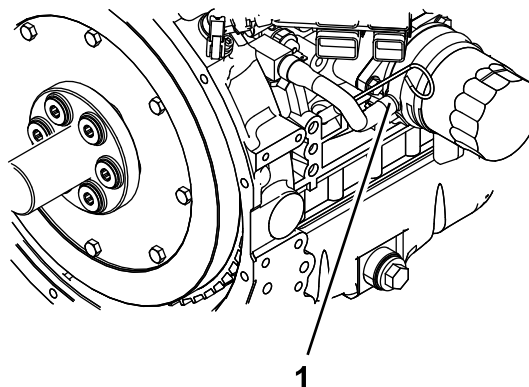

Figure 59
6. Débranchez le flexible de liquide de refroidissement du refroidisseur d'huile, et vidangez le liquide du bloc-moteur (Figure 59).